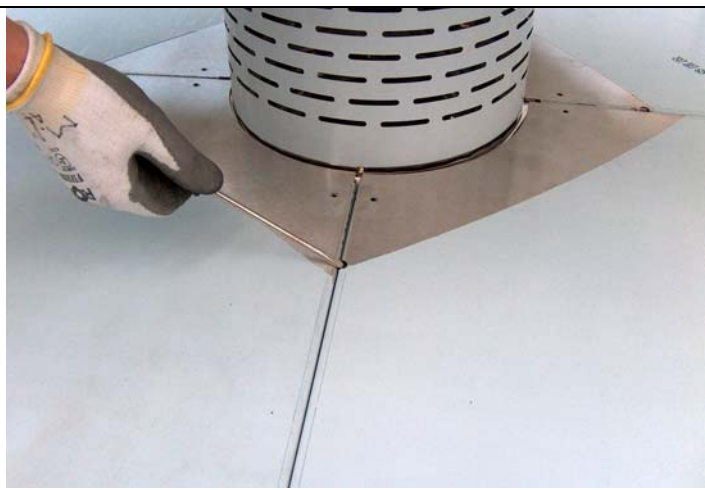

Fig. 1
- Togliere i piani esposizione (fig. 1) e i vassoi antiricircolo (fig. 2, 3).